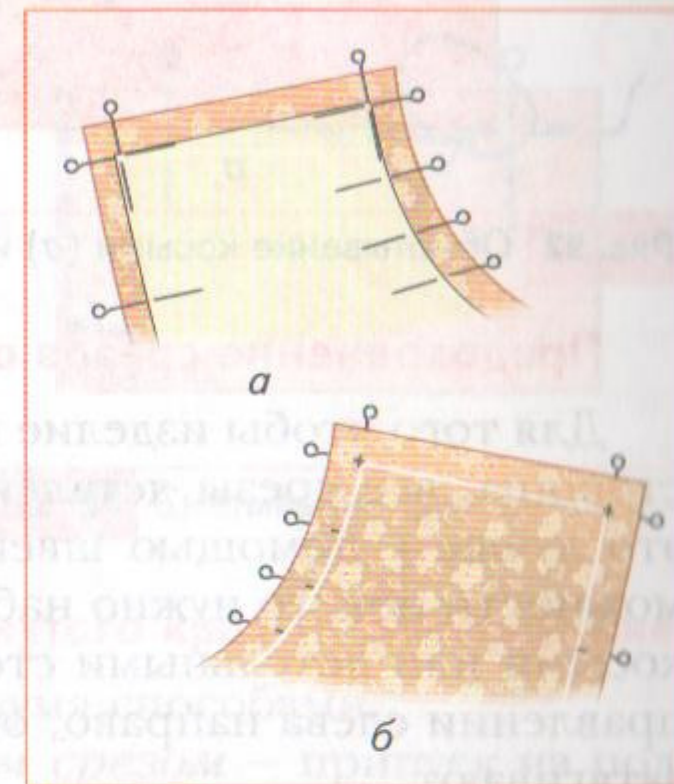

Рис. 90 Перенос линий выкройки на детали кроя булавками
2. Вколоть булавки насквозь через два слоя ткани в точках пересечения прямых линий (рис. 90, а). При переносе кривых линий булавки вкалывают так часто, как это нужно, чтобы выявить контуры линии.
3. Перевернуть детали кроя и соединить точки, обозначенные булавками, с помощью линейки и портновского мела (рис. 90, б).